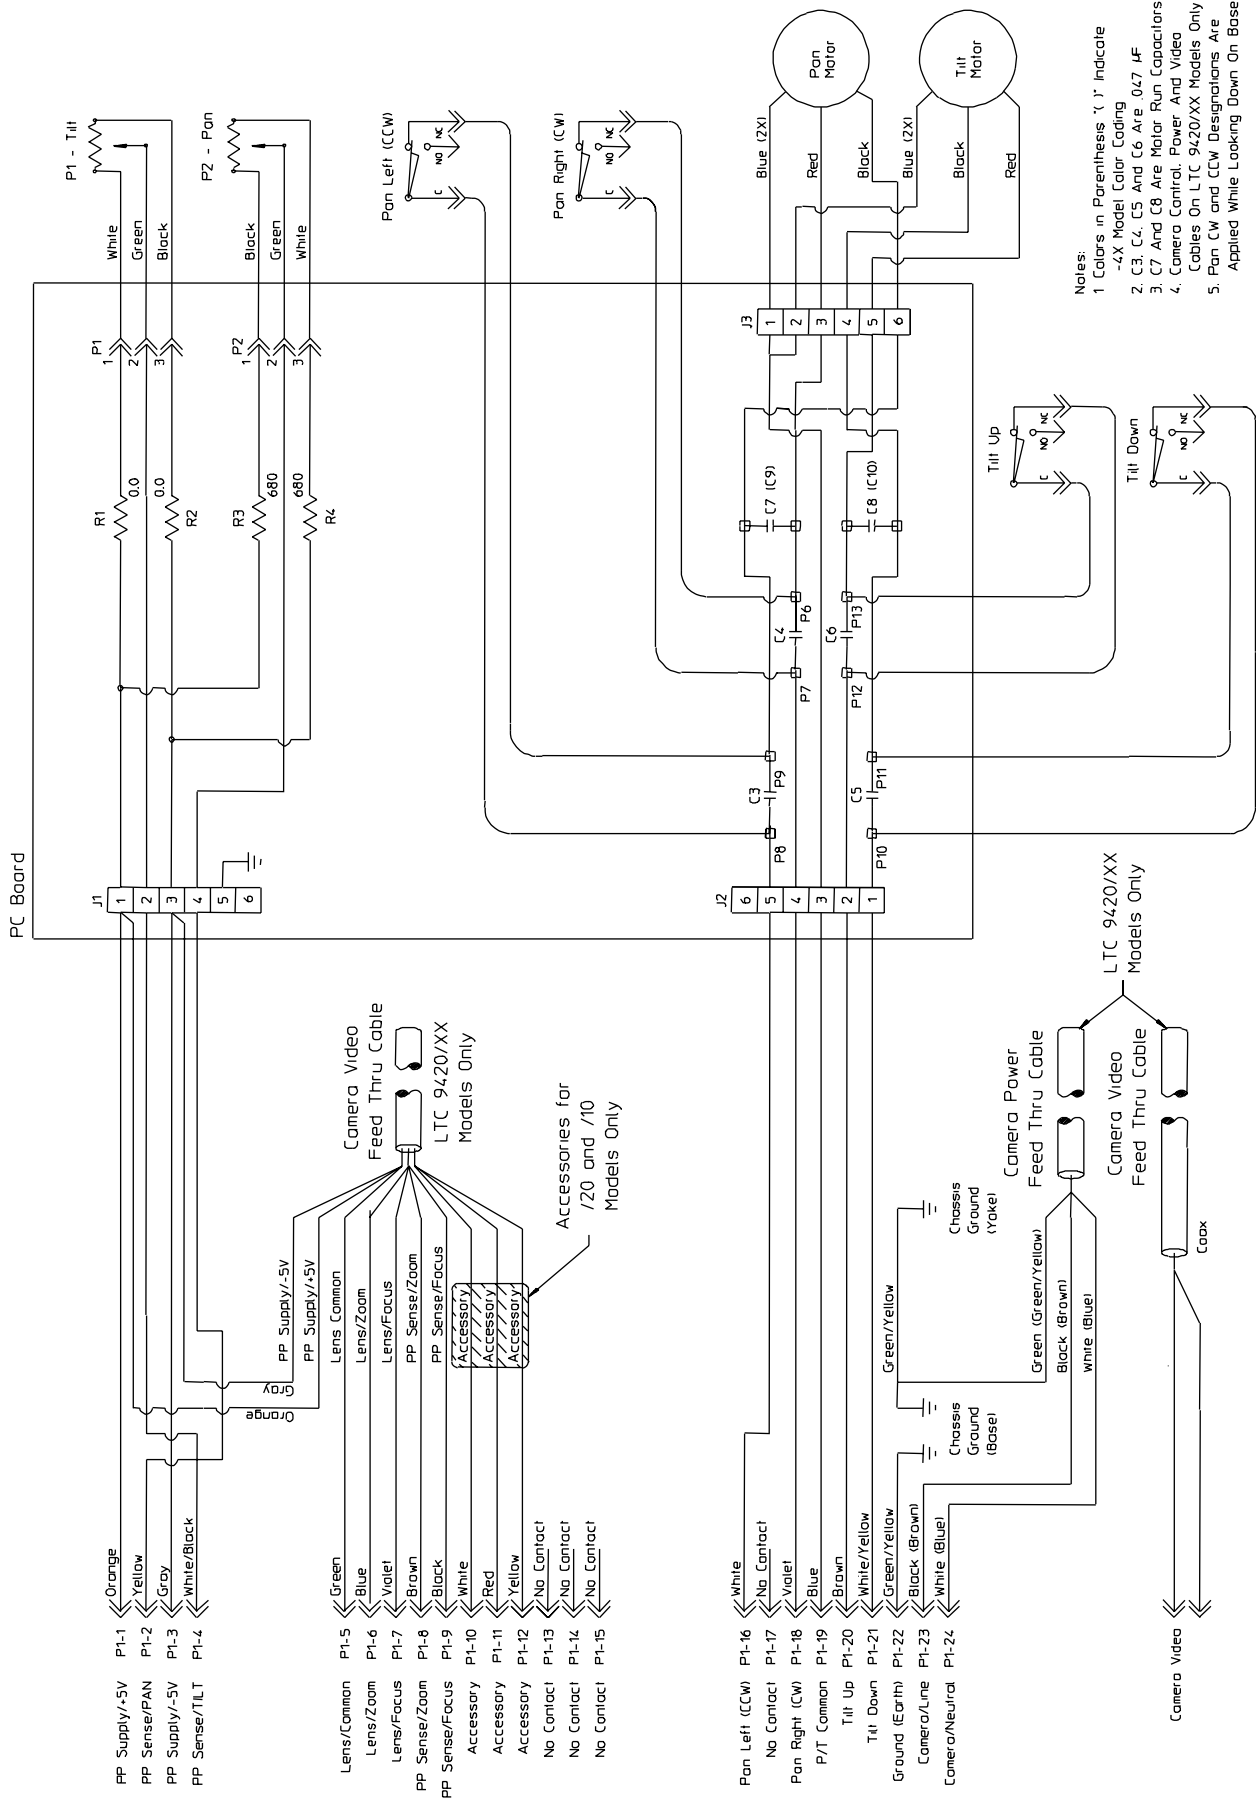

Figura 6: schema elettrico - Modelli 0° - 345°
4. I (Codici colore) mostrati sono per i modelli a 24 Volt e 110 volt. Per i modelli a 220, i codici colore sono (23) Marrone e (24) Blu.
6. Vedere **Figura 6** per lo schema di collegamento.
L'uso della funzione panoramica automatica richiede il collegamento dei pin 16 (Panoramica sinistra), 18 (Panoramica destra) e 19 (Comune). Vedere **Figura 6**. La funzione panoramica automatica di ottiene per mezzo dell'unità di comando, la quale rileva i cambiamenti del flusso di corrente attraverso il motore. Quando si raggiunge uno dei finecorsa di panoramica, il flusso di corrente si interrompe ed i circuiti interni dell'unità di comando invertono la direzione della panoramica.